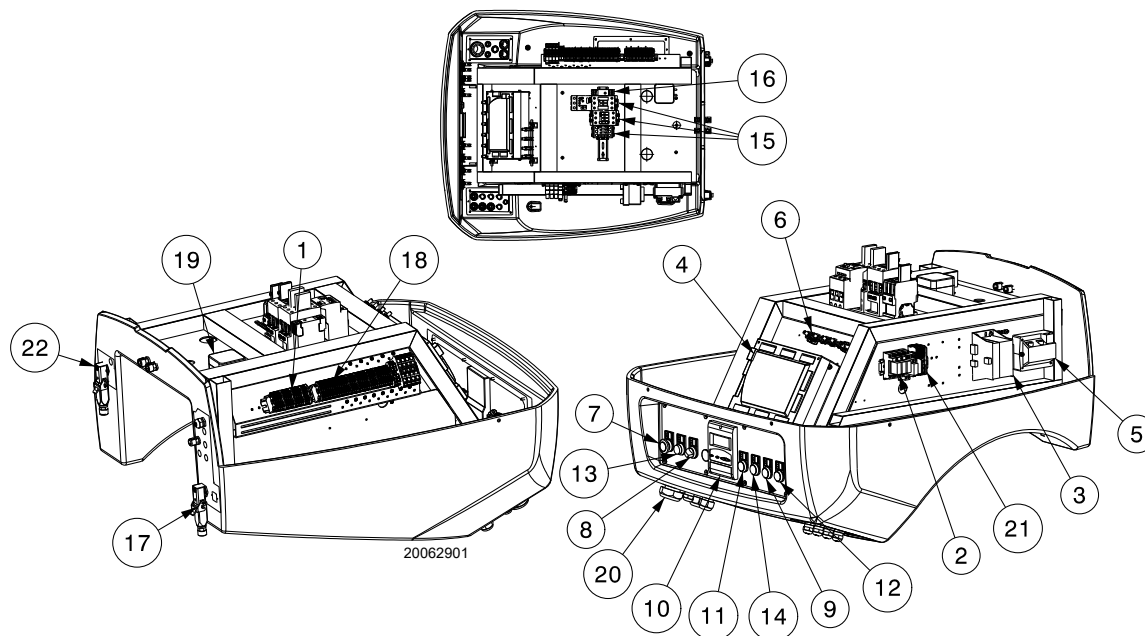

Fig. 5
- **Blocco apparecchiatura:** l'accensione del pulsante 13)(Fig. 5) (**led rosso**) avverte che il bruciatore è in blocco. Per sbloccare premere il pulsante 13)(Fig. 5).